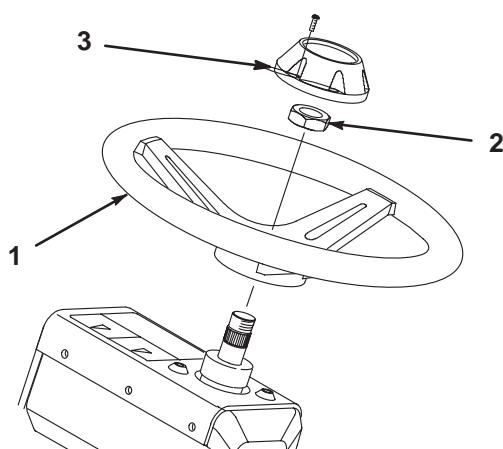

図 5
2. ジャムナットで固定し(図5) 4.8 kg·mにトルク締めする。